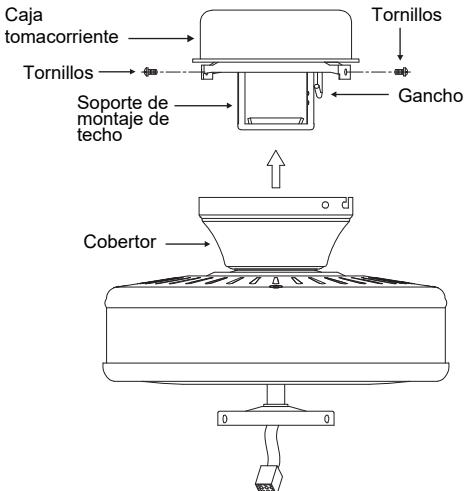

Fig. 13
**Paso 3.** Asegúrese de que los cuatro tornillos de montaje estén bien ajustados. (**Fig. 13**)